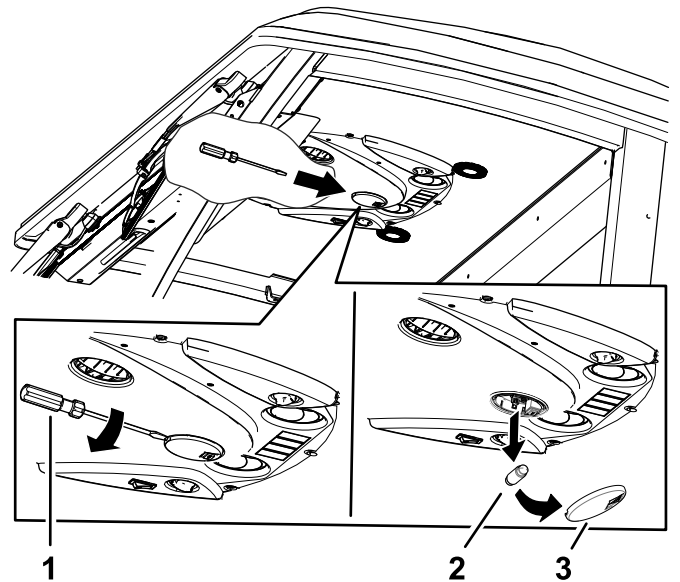

Figura 118
1. Utilize uma chave de fendas para remover a lente da luz do painel de controlo (Figura 118).
2. Retire a lâmpada da base da luz (Figura 118).